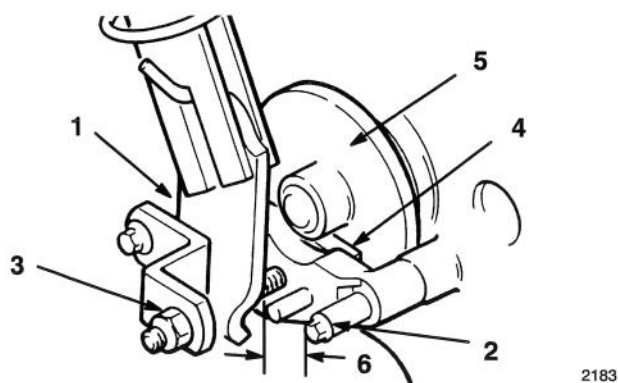

Figure 22
1. Mettre le levier de frein en position serrée (ON).
2. Mesurer la distance entre le bras d'actionnement du frein à disque et la butée du support de l'essieu (Fig. 22). Cette distance doit être inférieure à 1/4 pouce (6 mm).
3. Si la distance est supérieure à 1/4 pouce (6 mm), serrer le contre-écrou pour réduire l'écartement entre le bras d'actionnement et la butée (Fig. 22).
4. Le levier de frein étant en position desserrée (OFF), contrôler l'écartement entre les plaquettes de frein et le disque à l'aide d'un calibre d'épaisseur (Fig. 22). L'écartement correct est d'environ 0.010 pouce (0,25 mm).
5. Le bras d'actionnement ne doit pas être éloigné de la butée de plus de 3/8 pouce (10 mm) lorsque le levier de frein est en position serrée (ON).